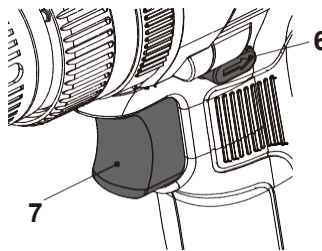

Fig. 18
1. Assurez-vous que la commande du sens de rotation avant/arrière (6) n'est pas en position de verrouillage centrale.
2. Mettez le produit sous tension en appuyant sur l'interrupteur marche/arrêt (7) (Fig. 18).
3. Mettez le produit hors tension en appuyant sur l'interrupteur marche/arrêt (7) (Fig. 18).